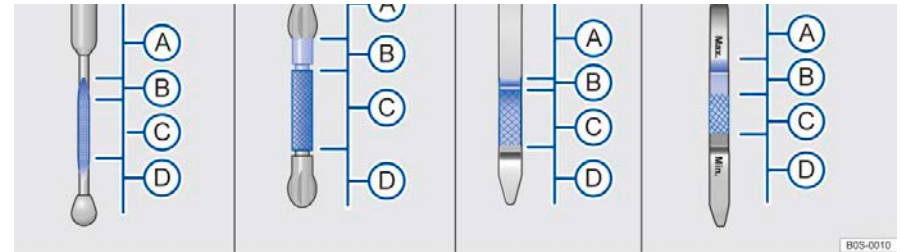

Рисунок 129 Масляный щуп с метками уровня масла (пример)
При длительных поездках по шоссе в летний период, при движении с прицепом или в горной местности уровень масла должен быть на верхней границе зоны © → рис. 129 при работе двигателя в тяжелых условиях.
7. Снова вытащите масляный щуп и проверьте уровень масла на щупе, отмеченном следующим образом → рис. 129:
- 13. Уровень масла в двигателе после заправки находится как минимум на середине → рис. 129 Ⓢ. Уровень масла не должен превышать зону Ⓢ быть до зоны Ⓢ, но он никогда не должен находиться в зоне Ⓢ → Ⓢ.
- 14. Не запускайте двигатель, если по ошибке было добавлено слишком много моторного масла, так что уровень масла находится в зоне → рис. 129 Ⓢ. Свяжитесь с авторизованным дилером Компании.
- Если уровень масла в двигателе находится в зоне → рис. 129 Ⓢ не запускайте двигатель! Свяжитесь с авторизованным дилером Компании. В противном случае каталитический нейтрализатор и двигатель могут быть повреждены.
Уровень моторного масла не должен находиться в зоне → рис. 129 Ⓢ. В противном случае масло попадет в устройство вентиляции картера и попадет в атмосферу через выпускное устройство.